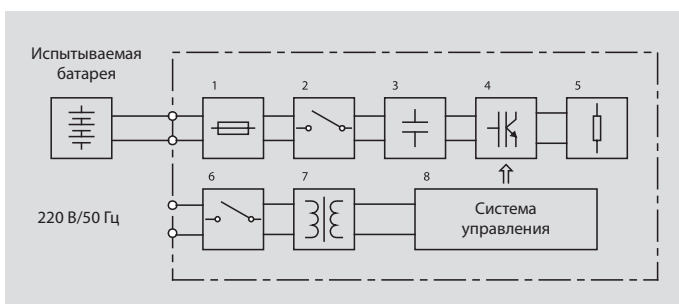

Рис. 2
На рис. 2 представлена блок-схема, на которой отмечены: входной предохранитель (1); блок контакторов (2); фильтр низких частот (3); транзисторный переключатель [IGBT] (4); резисторная нагрузка (5); сетевой выключатель (6); трансформатор (7); система управления (8), содержащая односистемный микропроцессор.